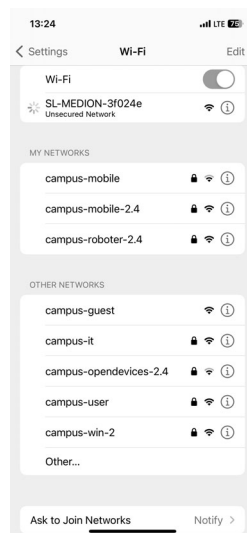

Fig. 9
- ▶ Espere hasta que se haya establecido la conexión con la red seleccionada. El proceso de emparejamiento se caracteriza por una animación junto al nombre de la red (fig. 9)